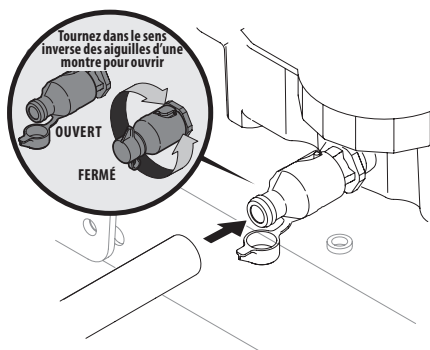

Figure 25
4. Retirez le capuchon protecteur de la soupape de vidange. Voir Figure 25.